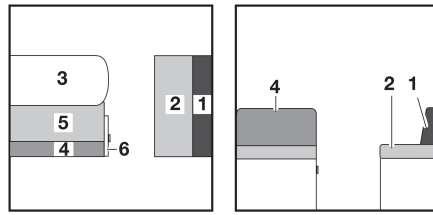

Fig. 137 Antes de la transformación
- Ampliar la mesa (Fig. 137,3) y transformarla en base de cama (véase apartado 7.8).
- Tirar del asidero y abrir la trampilla (Fig. 137,6).